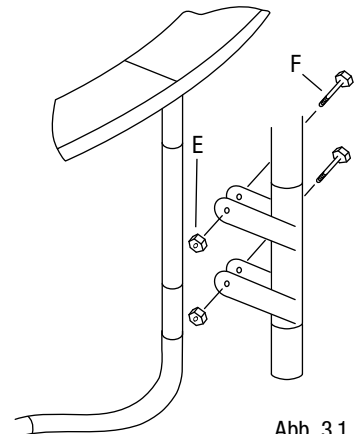

Abb. 3.1
Hierfür benötigen Sie die Hilfe einer zweiten Person, die die Netzrohre an die Standbeine des Trampolin hält, so dass die aufgeschweißten Haltebügel des unteren Rohres das Standbein umfassen. Mit den Schrauben (F) und den Muttern (E) befestigen Sie das Netzrohr nun so am Trampolin Bein, dass die obere Schelle in etwa 15 cm unter dem Trampolinrahmen das Standbein umfasst. (Abb.3.1) Das muss mit den restlichen Stangen an jedem Trampolinbein wiederholt werden. Ziehen Sie die Muttern zunächst nur leicht an, um alle angebrachten Netzstangen zunächst in die gleiche Position bringen zu können. Wenn alle Muttern aufgezogen sind können Sie jede nach und nach festziehen.